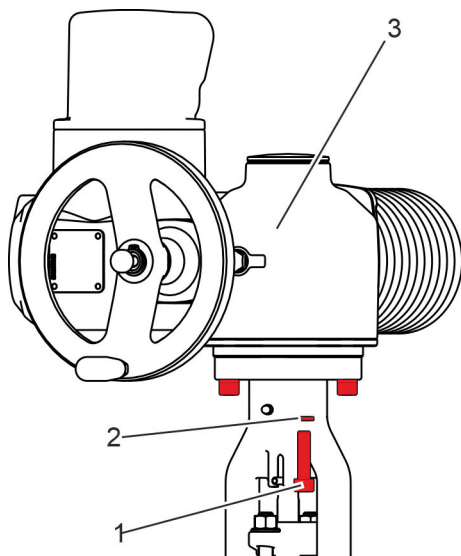

Abb. 40: Elektrischen Antrieb befestigen
10. ➔ Elektrischen Antrieb (Abb. 40/3) auf dem Bügelaufsatz unter Verwendung von Schrauben (Abb. 40/1) und Scheiben (Abb. 40/2) befestigen.
Schrauben (Abb. 40/1) gemäß Herstellerangaben festziehen.